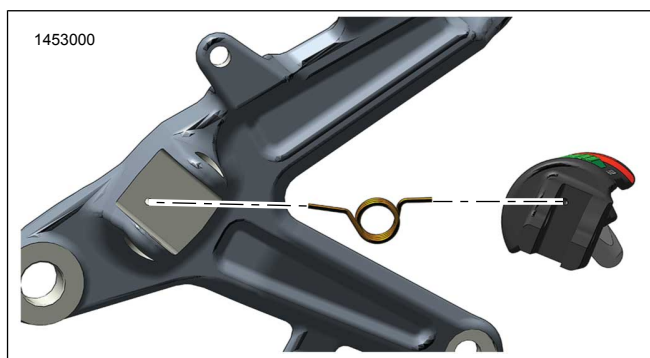
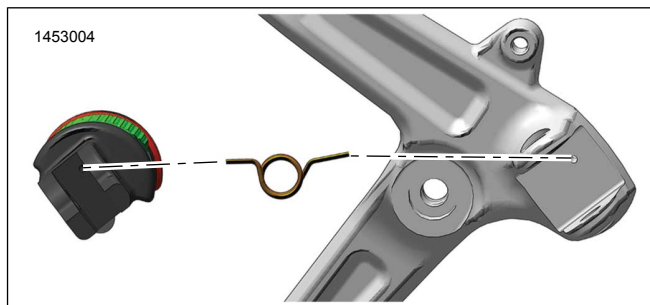

Figura 5. Orientação da Mola de Retorno - Lado Direito
Figura 6. Orientação da Mola de Retorno - Lado Esquerdo
2. Ver Figura 5 ou Figura 6 . Posicione a mola de retorno (B) no conjunto da pezeira.